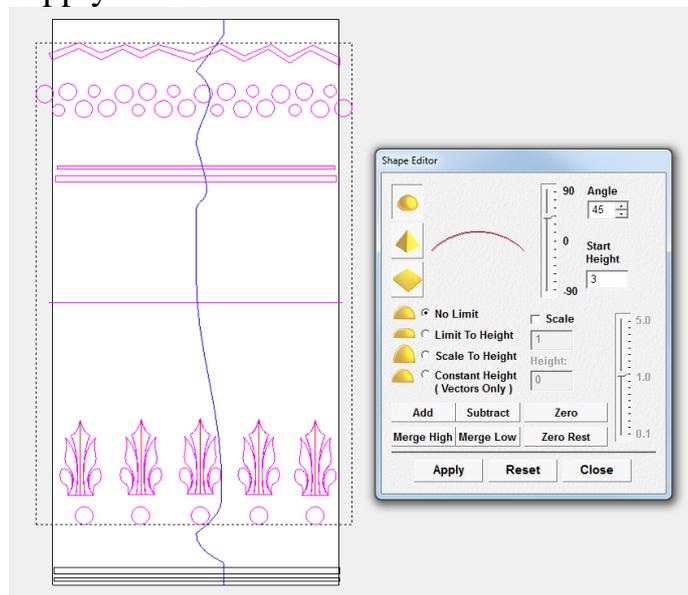

Рисунок 7
2. Применить параметры, указанные на рис. 7